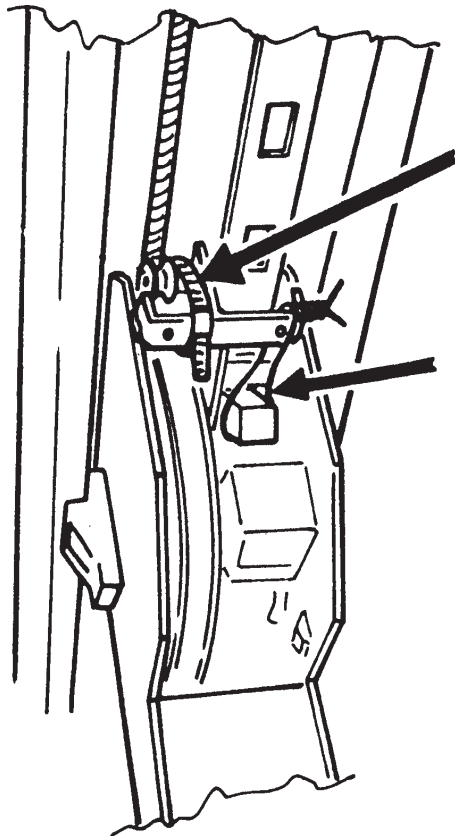

Fig. 28
- legare il paracadute e i martelletti in posizione di disimpegno (Fig.28);
- Tie down the safety locks and catches in the released position (Fig.28).
- Die Auffangvorrichtung und die Klinken in der gelösten Position (Abb. 28) festbinden;
- lier le parachute et les taquets en position de repos (Fig.28);
- bind fast fallskärmen och domkrafterna i läget för frigörande (Fig.28);